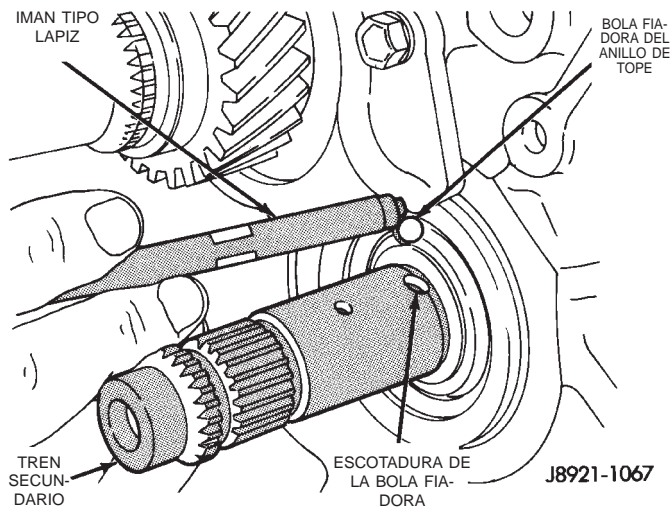

Fig. 93 Instalación de la bola retén del anillo de tope del engranaje de quinta velocidad
(36) Instale el eje del engranaje secundario de marcha atrás el resto de su recorrido a través del conjunto del engranaje secundario de marcha atrás.
(37) Emplace la placa de traba del engranaje secundario de marcha atrás en la placa intermedia.
(38) Instale un perno nuevo para fijar la placa de traba del eje del engranaje secundario a la placa intermedia.
(39) Instale en el árbol intermediario la bola retén del anillo de tope del engranaje de quinta velocidad (Fig. 93).